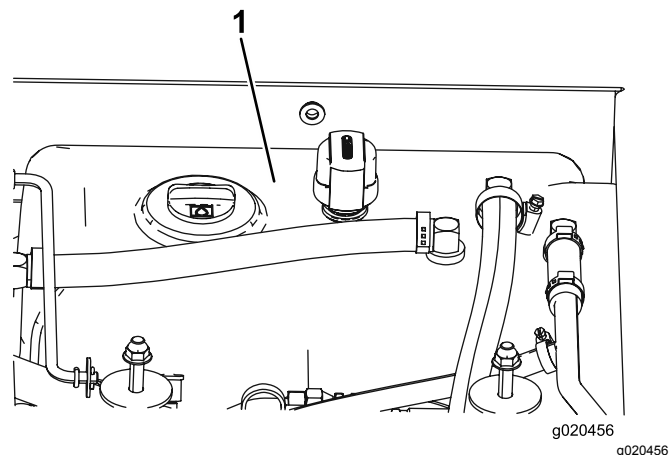

図 117
4. 油圧オイルタンク図 117に油圧オイルを入れる 油圧オイルについて (ページ 72) を参照。